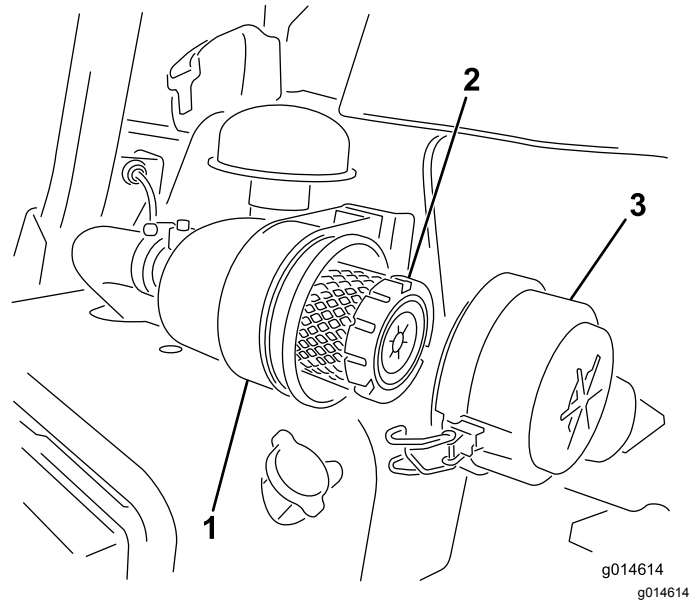

Figure 23
1. Desserrez les attaches qui fixent le couvercle sur le boîtier du filtre à air (Figure 23).
7. Fermez les verrous (Figure 23).